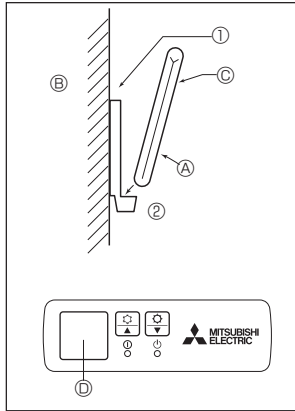
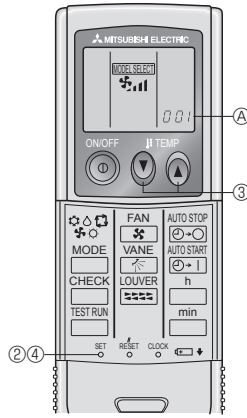

Fig. 6-5
Fig. 6-6
2) Montaj yöntemi (Fig. 6-5)
① Uzaktan kumanda ünitesi yuvasını iki kılavuz vidayla istenen yere tespit ediniz.
② Uzaktan kumanda ünitesinin alt tarafını yuvaranın içine yerleştiriniz.
3) Ayar (Fig. 6-6)
① Pilleri takın.
② Sivri uçlu bir şeyle SET (ayar) düğmesine basın.